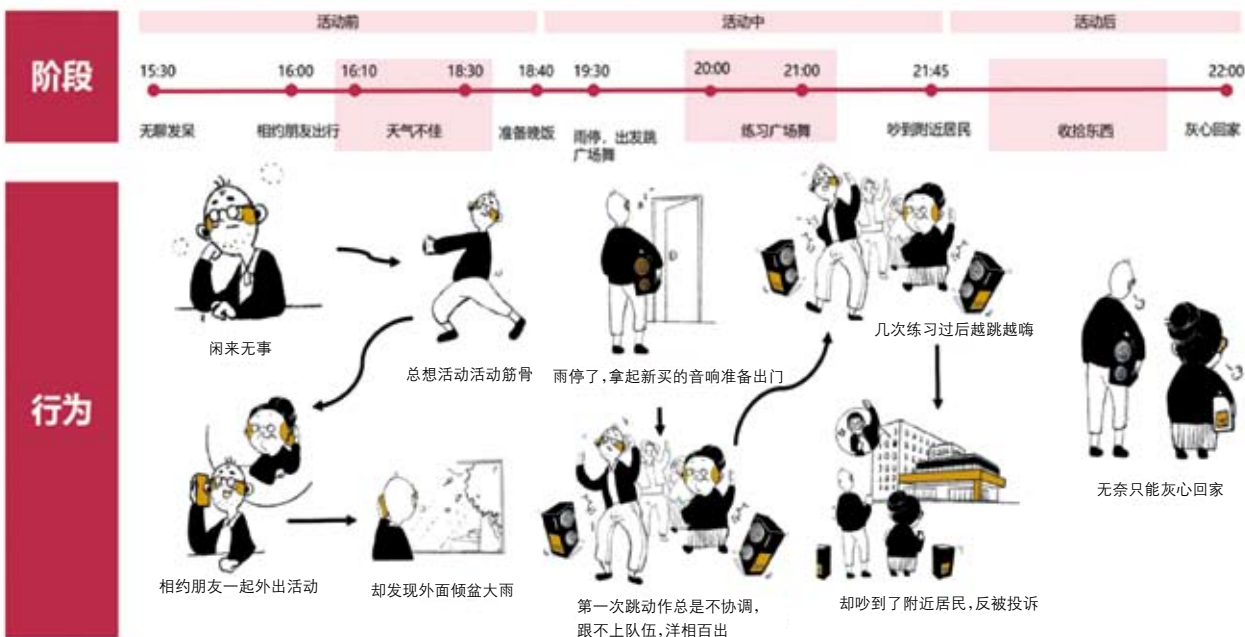
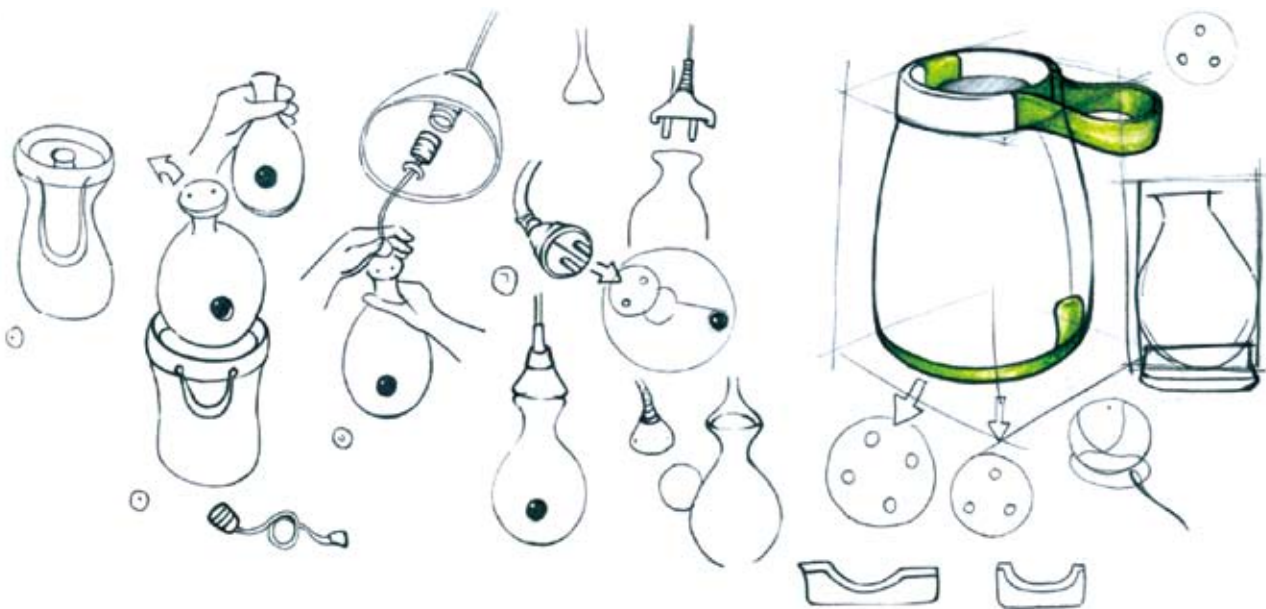

图 0-3 用户分析
图 0-4 设计创意
(1) 构思阶段:这是一个根据客观条件和具体问题而寻找各种解决方法的思考阶段,它包含用户研究(图 0-2)、用户分析(图 0-3)和设计创意(图 0-4)三部分的内容。在这个阶段,设计师通常会用单色线稿的形式(图 0-5)来表达最初的想法。